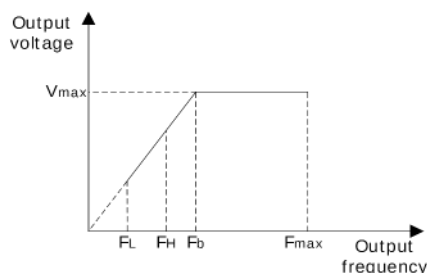

Fig. 7-6 Definirea parametrului limită de frecvență
Frecvența maximă de ieșire este cea mai mare frecvență permisă de convertizor, cum ar fi Fmax în Fig. 7-6; Frecvența limită superioară este cea mai mare frecvență permisă în funcționare setată de utilizator, cum ar fi FH în Fig. 7-6;
Frecvența limită inferioară este cea mai joasă frecvență permisă în funcționare setată de utilizator, cum ar fi FL în Fig. 7-6;
Fb din Fig. 7-6 este frecvența de bază de operare, definită ca frecvența de ieșire corespunzătoare minimă atunci când convertizorul emite cea mai mare tensiune în modul V/F.
- (1) Frecvența maximă de ieșire, frecvența limită superioară și frecvența limită inferioară trebuie setate cu atenție în funcție de parametri actuali de pe plăcuța de identificare a motorului controlat și de nevoile condițiilor de funcționare.
- (2) Intervalul limită al frecvenței superioare și inferioare nu are niciun efect asupra operațiunii JOG, dar va afecta reglarea automată a motorului (identificarea parametrilor).
- (3) Pe lângă frecvența limită superioară și frecvența limită inferioară, frecvența de ieșire a unității în timpul funcționării este limitată și de frecvența de pornire, frecvența de pornire a frânării DC la oprire, frecvența de salt și alți parametri.
- (4) Fig. 7-6 arată relația dintre frecvența maximă de ieșire, frecvența limită superioară și frecvența limită inferioară. Observați intervalele de valori în timpul setării.
- (5) Limitele superioare și inferioare de frecvență sunt utilizate pentru a limita frecvența reală de ieșire a motorului. Dacă frecvența de referință este mai mare decât frecvența limită superioară, dispozitivul va funcționa la frecvența limită superioară; dacă frecvența de referință este mai mică decât frecvența limită inferioară, dispozitivul va funcționa la frecvența limită inferioară; iar dacă frecvența de referință este mai mică decât frecvența de pornire, dispozitivul va funcționa la frecvența zero.